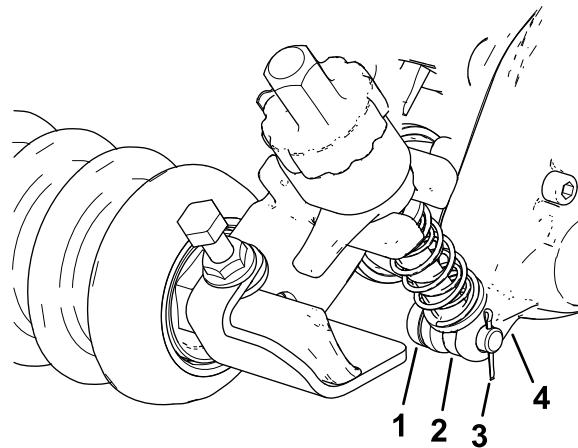

Figura 12
2. En el lado de la caja del groomer, deslice la varilla del brazo de regulador del soporte de altura de corte en el hueco de la caja de transmisión del groomer y fíjela con un pasador del regulador y un pasador de chaveta, tal y como se muestra en Figura 12.